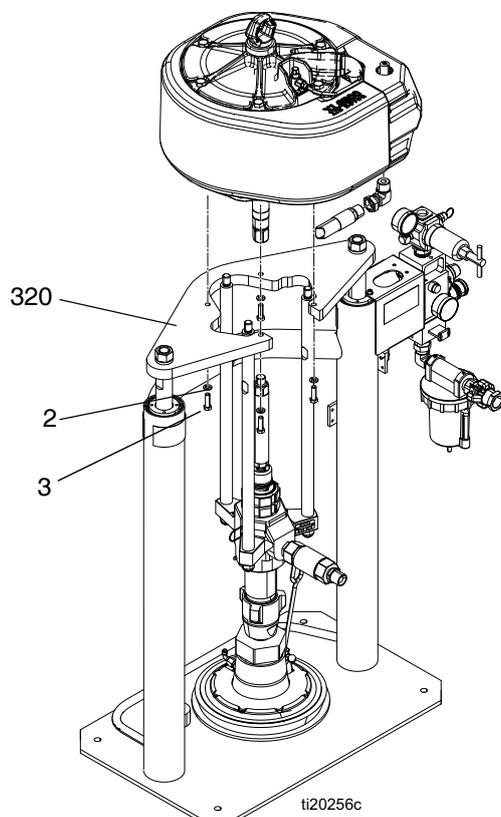

FIG. 17
1. Con un verricello stabile, fissare il motore alla piastra di montaggio (320) con viti (3) e rondelle (2). Vedere FIG. 17.
3. Collegare il flessibile dell'aria al raccordo del motore pneumatico (7). Vedere pagina 22.